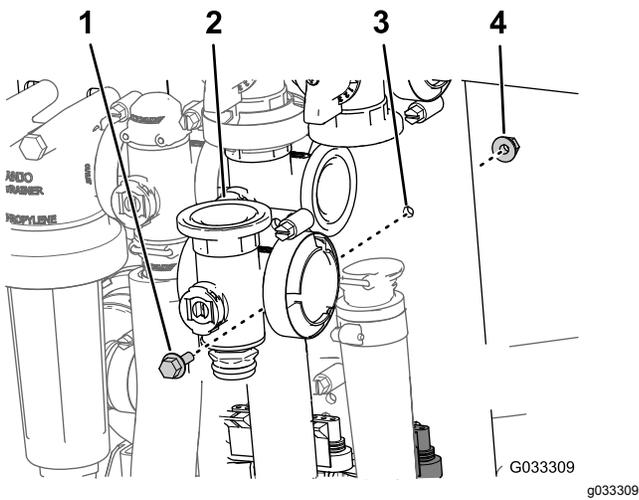

図 67
3. マスターブームバルブをバルブマウントに固定しているフランジヘッドボルトとフランジロックナットを外してバルブマニホルドを機体から取り外す 図 67。